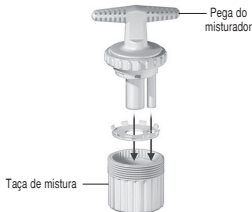

Figura 2: Misturador de cimento espinal de 11 ml CONFIDENCE
- a. Abra a saqueta com cuidado. Com a taça de mistura pousada numa superfície plana, como se ilustra na figura 2, deite todo o pó na taça de mistura CONFIDENCE.
- d. Mantenha a taça de mistura com a orientação vertical ilustrada na figura 2, atarraxe a pega do misturador à taça de mistura e rode a pega durante 20-30 segundos no sentido dos ponteiros do relógio e depois 20-30 segundos no sentido contrário. Nota: É importante manter o misturador CONFIDENCE com a orientação vertical durante todo o procedimento de mistura para assegurar a uniformidade da mistura. Desatarraxe e retire a pega do misturador.